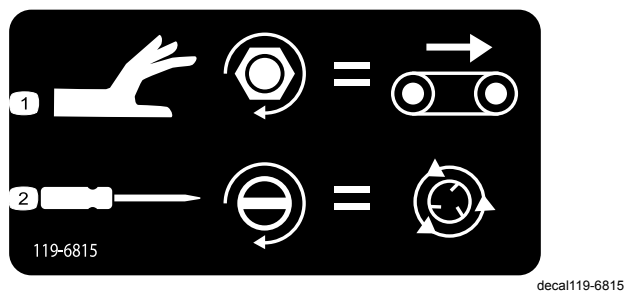

Рисунок 44
- Для регулировки скорости движения транспортера (Рисунок 44) необходимо повернуть ручку по часовой стрелке. В системе цветовой кодировки используется максимальная скорость движения транспортера, поэтому регулировка скорости движения транспортера допускается только при отсутствии гидравлического потока. Это особенно важно при заполненном загрузочном бункере.
- Для регулировки скорости вращения разбрасывателя (Рисунок 44) необходимо использовать отвертку с плоским наконечником. Вращение ручки по часовой стрелке приводит к увеличению скорости, вращение против часовой стрелки — к уменьшению скорости.